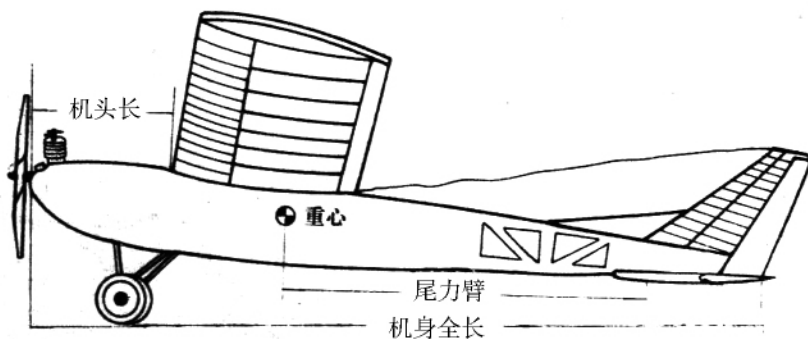

图 1-15 机身部分
- ④翼型——机翼横切面的形状。
- ⑤翼弦——翼型最前面的一点至最后面的一点的直线距离。
- ⑥平均翼弦——机翼各处翼弦的平均长度。
- ⑦翼展——机翼左右翼尖之间的直线距离。包括穿过机身部分在内。
⑧展弦比——翼展与平均翼弦的比值。
⑨投影面积——飞机翼在水平面的投影面积。包括穿过机身部分的面积在内。
⑩升力面积——包括机翼和水平尾翼的投影面积。
⑪上反角——机翼上反时，机翼前缘与水平面的夹角。
⑫安装角——机翼翼弦与机身基准线所成的夹角。
⑬迎角——机翼翼弦与相对气流所成的夹角。
(2) 机身部分及其他名词：如图 1-15。